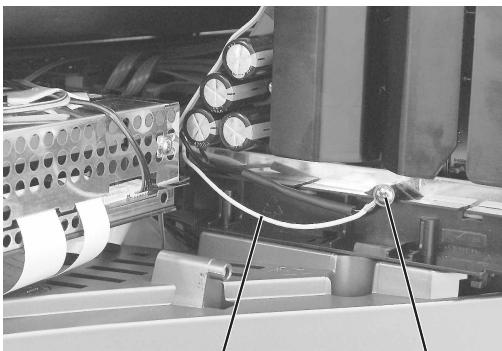

Fig. 5 Masseleitung
- Die Masseleitung von der linken Chassis-Befestigungsschraube zum Masseband an der Bildröhre durch die am DVD-Laufwerk vormontierten Masseleitung ersetzen (Fig. 5). Mit den beiden Chassis-Befestigungsschrauben die Masseleitung und die Lüfterhalterung mit Lüfter am Chassis anschrauben.
- Undo the two chassis fixing screws ③ (Fig. 5, 6) and remove the blower holder together with the blower toward the side and hook it into the right bottom rear holder of the rear panel.
- Replace the earth lead from the left chassis fixing screw to the earth strap on the picture tube with the earth lead prefitted to the DVD drive mechanism (Fig. 5). Use the two screws on the chassis to fix the earth lead and the blower holder together with the blower to the chassis.